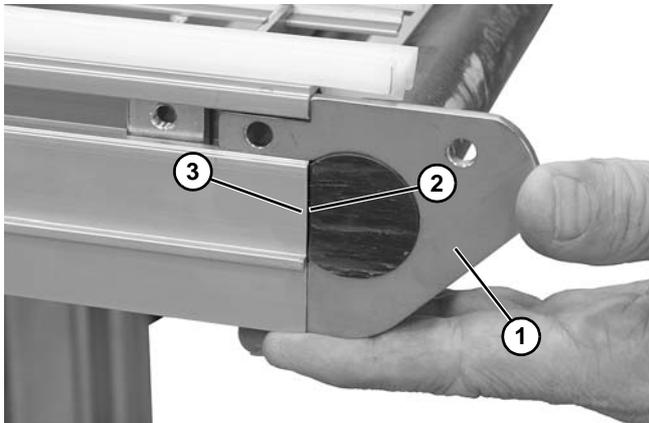

Abbildung 62
6. Beim Wiedereinbau der Bandradseite (**Abbildung 62, Teil 1**) mit Schleißchiene sicherstellen, dass das flache Ende (**Abbildung 62, Teil 2**) der Schleißchiene bündig am Förderband (**Abbildung 62, Teil 3**) anliegt.